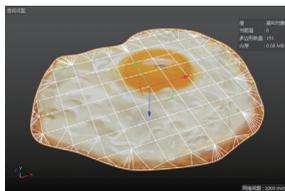
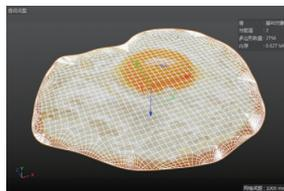

图 5-32
图 5-33
**02** 选中放样对象，在雕刻建模工具列中单击“细分”按钮，将放样对象细分，效果如图 5-32 所示。如果细分不够，可以连续单击两次“细分”按钮进行细分，直至出现如图 5-33 所示的细分效果。